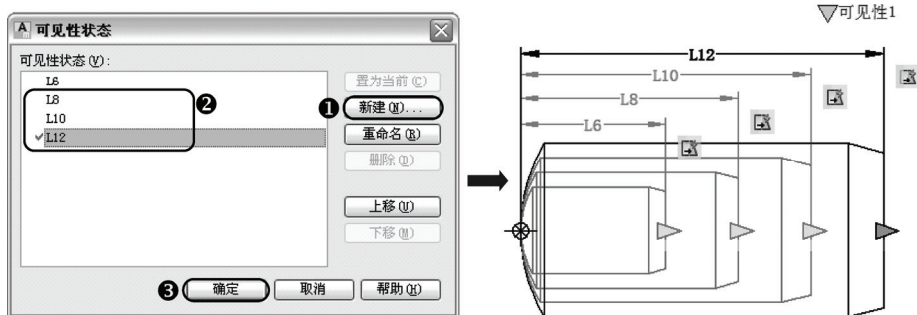

图 9-38 动态块最终效果
9) 继续执行“可见性”操作, 将标签“L10”和“L12”进行设置, 如图 9-38 所示 (注意, 一定要设置一个可见性状态就操作一次图形, 否则很容易出错)。